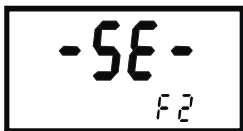

图 8-2
3、在仪表通电前按住 OK 键，然后接通电源，仪表显示 F5 后松开，如图 8-2 显示。